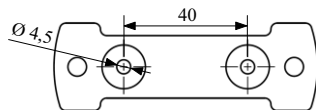

Рисунок 1
- а) закрепить на потолке или стене планку крепежную (рисунок 1), входящую в комплектность, при помощи двух шурупов. Рекомендуется применять шурупы  $4 \times 30$ ;